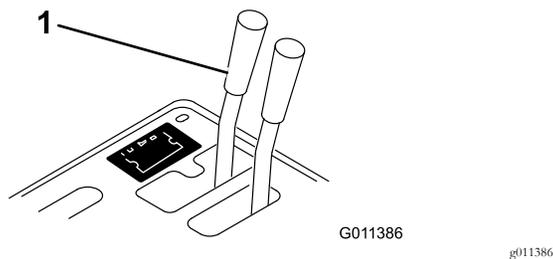
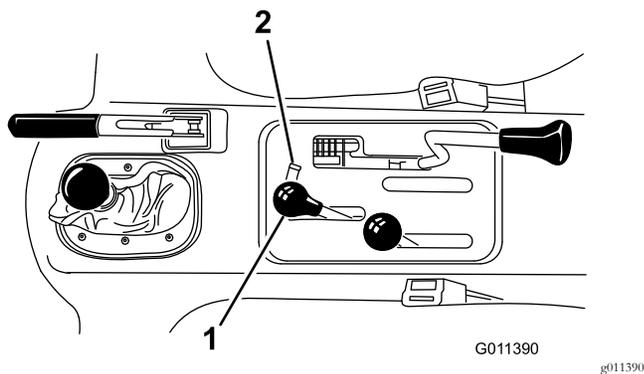

图14
图15
1. 在序列号为 239999999 之前的工作车上将远程液压阀门手柄图14移到浮动位置在序列号为 240000001 及以后的工作车上前后移动液压提升杆图15以消除系统压力且便于快速联轴器的断开。